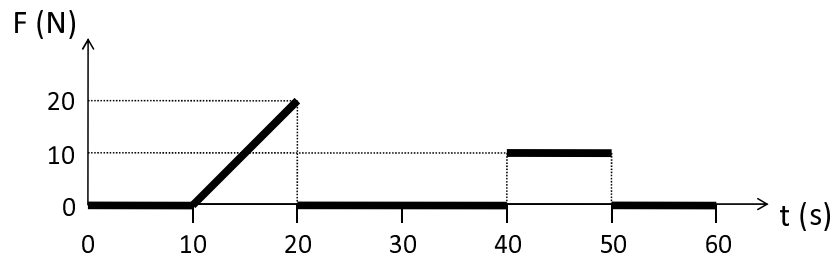

Figura 1.3: Fuerza externa F aplicada sobre el objeto en la dirección vertical.
- La fuerza externa F se aplica sobre el objeto en la dirección vertical, con sentido hacia arriba, y es periódica cada 60 s. En la Figura 1.3 se muestra cómo evoluciona la fuerza F a lo largo de un periodo.
$$F = f(t) \quad (\text{fuerza externa, Figura 1.3}) \quad (1.12)$$
Las variables F_k , F_{b1} , F_{b2} y F_g representan la fuerza ejercida sobre la masa por el muelle, el amortiguador, la fricción con la pared lateral y la gravedad, respectivamente. La fuerza externa es conocida: su evolución en el tiempo se muestra en la Figura 1.3. El criterio de signos adoptado es el indicado en el enunciado.